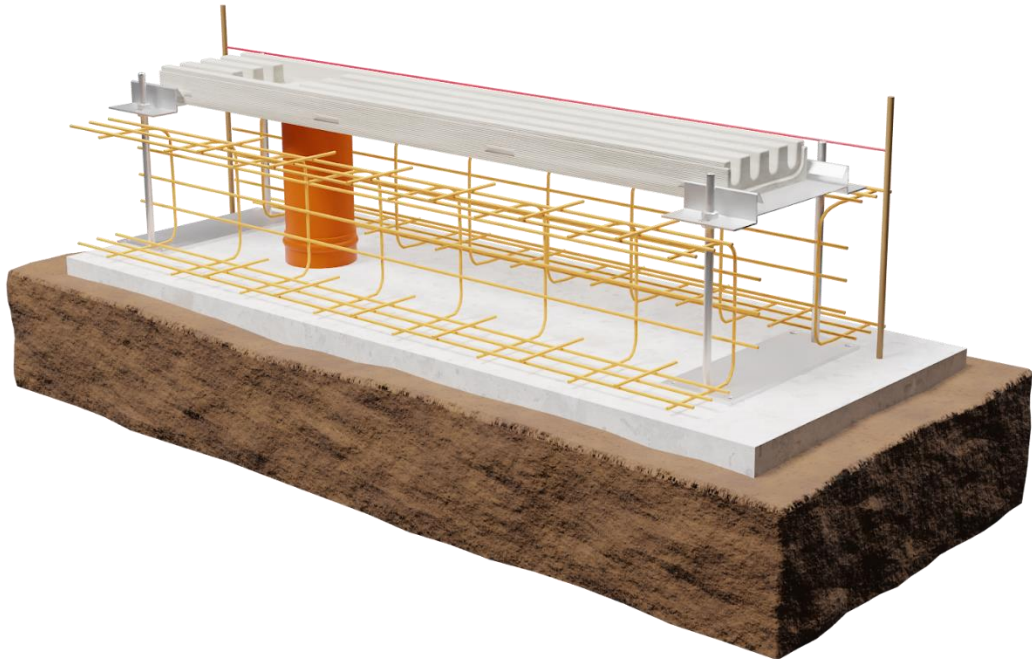

Abbildung 4
- 6) Montieren Sie die Oberteile auf der entsprechenden Bauhöhe – **siehe Abbildung 4** – und justieren Sie die Höhe grob mithilfe der Muttern. Setzen Sie dann das Oberteil auf – **siehe Abbildung 4**. Wir empfehlen, eine Richtschnur für die seitliche Ausrichtung und die Oberkante der Rinne zu verwenden. Die Rinnenoberkante sollte etwa 3-5 mm unterhalb der endgültigen Belagshöhe liegen. Alle angrenzenden Belagsoberflächen sind dauerhaft ca. 3-5 mm höher als die Oberkante der Rinne anzuordnen, um mechanische Beschädigungen (z.B. Reinigungsdienst) auszuschließen und den Wasserabfluss zu gewährleisten.